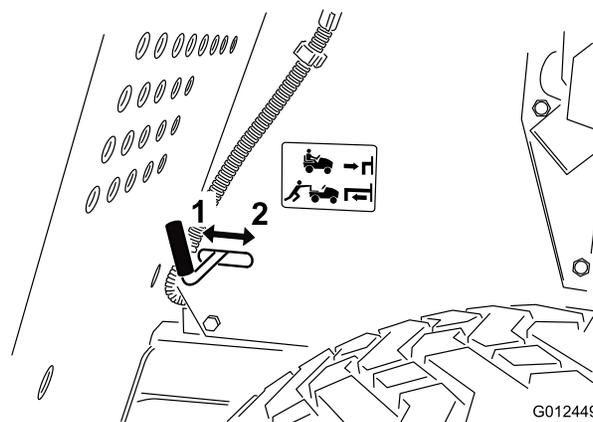

Figura 14
7. Estraete il comando della trazione (sul retro della macchina) in posizione di spinta (Push) (Figura 14).
2. Inserite il comando della trazione in posizione di funzionamento (Figura 14) per ingranare la trazione.